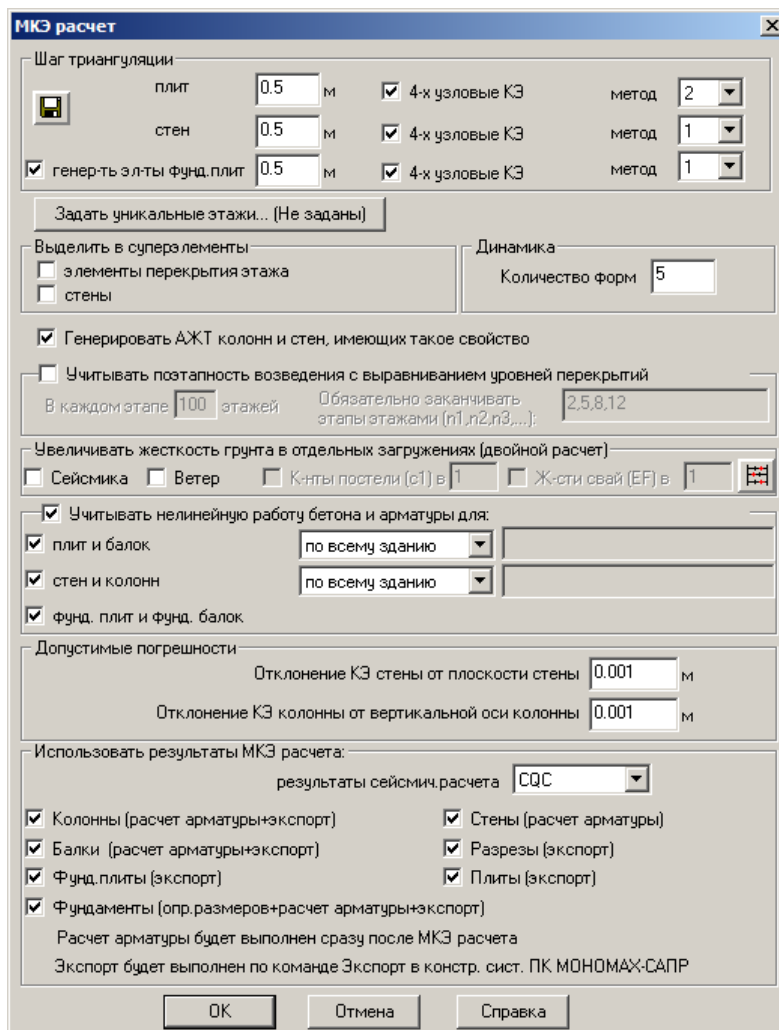

Рис.14.2.1. Окно диалога МКЭ расчет
- В открывшемся окне диалога **МКЭ расчет** (рис. 14.2.1) задайте следующие параметры: